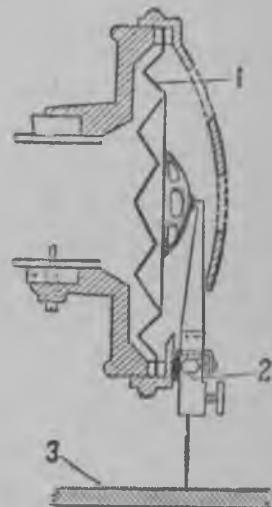

Рис. 243. Граммофонан мембрана.
Граммофонан главной чауси он мембрана (рис. 243) — хойкка металлической либо слюдинной пластинка (1), кудама сен лäхел судулойн звукойн влиянияс рубизу колебаччиудумах. Мембрана он кийнитеттү терäвä нияэгла, кудама кийнитäхес пехмиэл ваха слоял пейтеттүх пластиниках (3). Граммофонан пластинка пурнох либо чаусулойн механизмал либо электрической моторал. Кирьюттаес мембрана шуттуют звуковойт колебаният паннах сен нияэгла лийккумах, минтäх нияэгла яттай яллет омис колебанийс ваха слоях (рис. 243). Ваха пластинкаас особойл способал суха таркат